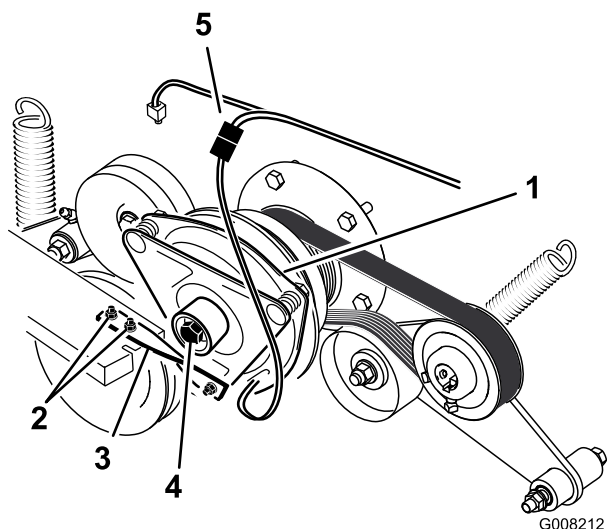

Figure 55
6. Débranchez la connexion électrique de l'embrayage (Figure 55).
7. Déposez les deux boulons qui fixent la barrette d'embrayage en caoutchouc au châssis du plateau de coupe (Figure 55).
8. Déposez le boulon central de fixation de l'embrayage à l'arbre du moteur, et déposez l'embrayage et la clavette (Figure 55).
15. Tout en maintenant le vilebrequin à l'arrière de la machine, posez le boulon central et serrez-le à 68 Nm (Figure 55).
16. Fixez la barrette caoutchouc de l'embrayage sur le châssis du plateau de coupe au moyen des deux boulons et écrous retirés précédemment (Figure 55).
18. Branchez la connexion électrique de l'embrayage (Figure 55).